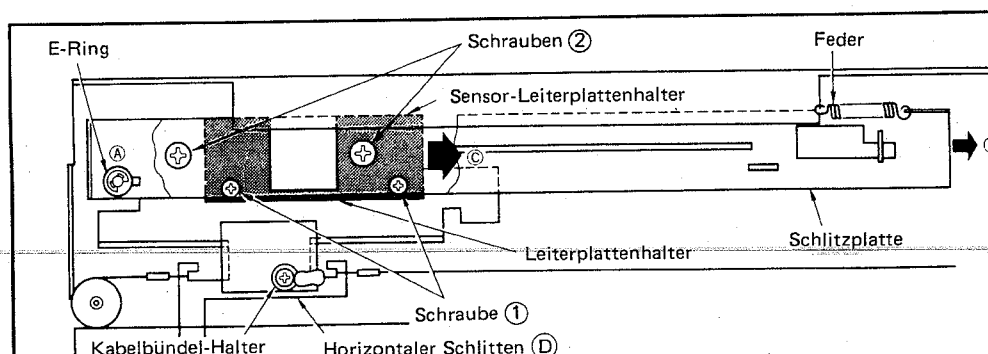

Abb. 2
- 1) Nehmen Sie den E-Ring und die Feder ab und danach die Schlitzplatte, indem Sie diese am Punkt (A) etwas hochheben und sie dann in Pfeilrichtung (B) schieben. (Siehe Abb. 2)
- 3) Entfernen Sie die zwei Schrauben (1), die die Sensor-Leiterplatte sichern; diese Leiterplatte dient zur Bestimmung der Tonarmposition. Nehmen Sie den Leiterplattenhalter ab, indem Sie ihn in Pfeilrichtung (C) schieben.
- 4) Löten Sie die sechs dünnen Drähte (weiß, blau, rot, grün und schwarz (2) von links nach rechts in der Abbildung) ab, die aus dem Tonarmrohr herauskommen.
- 6) Nach Entfernen der zwei Schrauben (2) kann die Tonarmeinheit nach oben abgenommen werden.